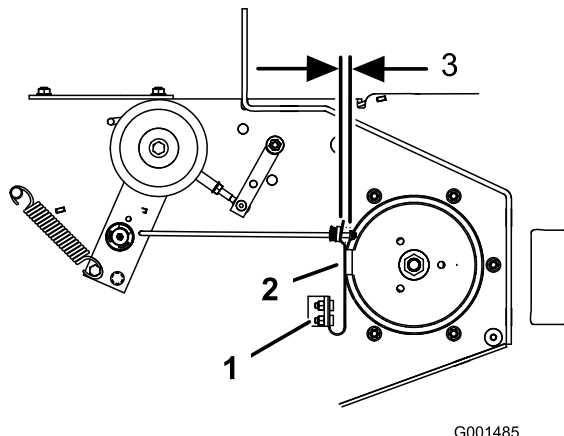

Figure 59
lame frotte contre les deux côtés de la gorge de la poulie (Figure 59).
4. Ajustez l'écrou à l'extrémité de la tige de frein jusqu'à ce que l'écrou et l'entretoise soient espacés de 3 à 5 mm (1/8 à 3/16 po) (Figure 59).